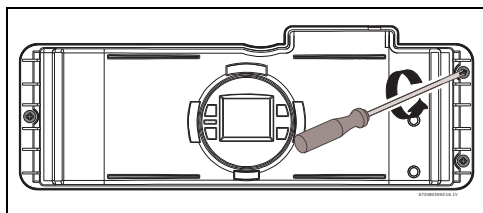
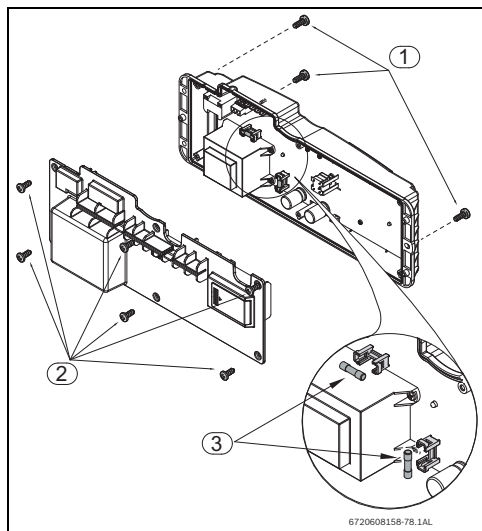

Fig. 47
Fig. 48 Ubicazione dei fusibili
- ▶ Svitare le tre viti nella parte frontale della centralina elettronica (Fig. 47 e Fig. 48 , pos.1).
- ▶ Rimuovere la centralina elettronica per accedere alle sei viti, presso la parte posteriore e rimuoverle (Fig. 48 , pos. 2).
- ▶ Dopo aver controllato i fusibili (Fig. 48 , pos.3) rimontare tutte le parti, seguendo l'ordine inverso.